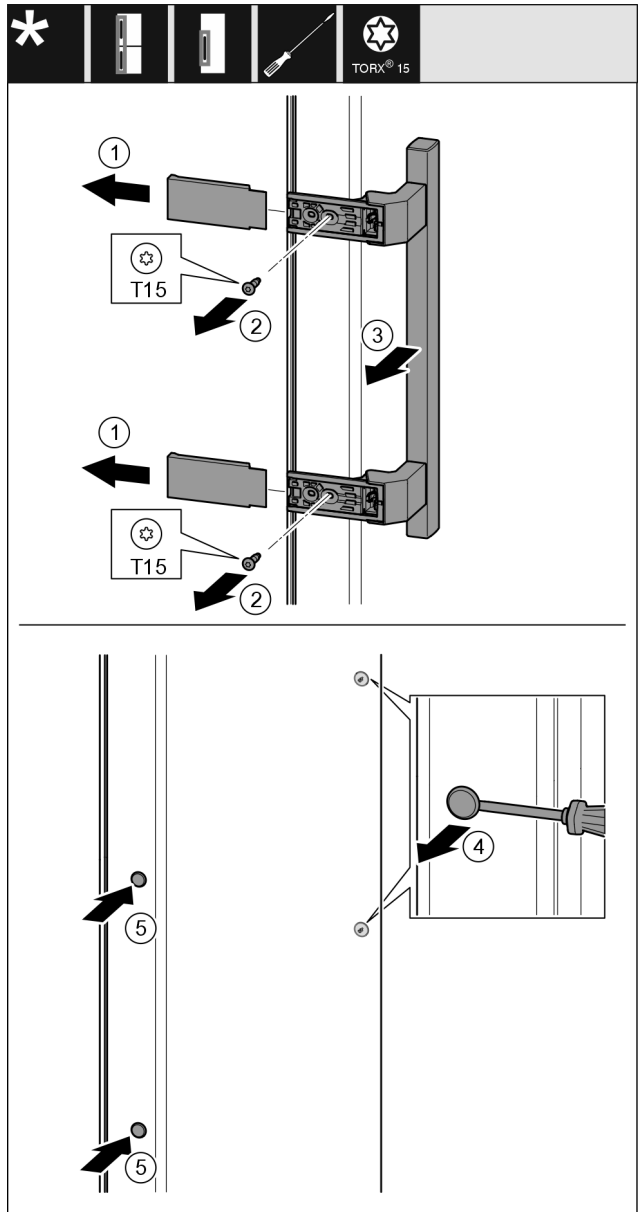

Fig. 10
- Desprindeți capacul. Fig. 10 (1)
- Desfaceți și demontați șuruburile cu șurubelnița Torx 15. Fig. 10 (2)
- Detașați mânerul. Fig. 10 (3)
- Ridicați și scoateți dopul lateral cu precauție cu o șurubelniță plată. Fig. 10 (4)
- Montați din nou dopul pe cealaltă parte. Fig. 10 (5)